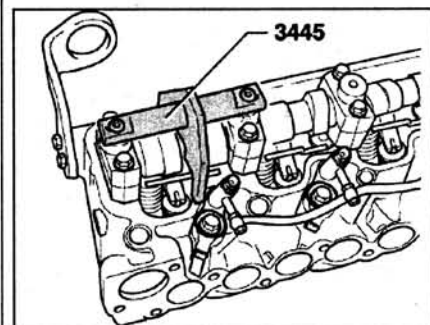

Рис. 2.98. Заблокируйте распределительный вал от вращения, установив блокировочное устройство 3445 на кулачки 4-го цилиндра.
9. Заблокируйте распределительный вал от вращения, установив блокировочное устройство 3445 на кулачки 4-го цилиндра (рис. 2.98).